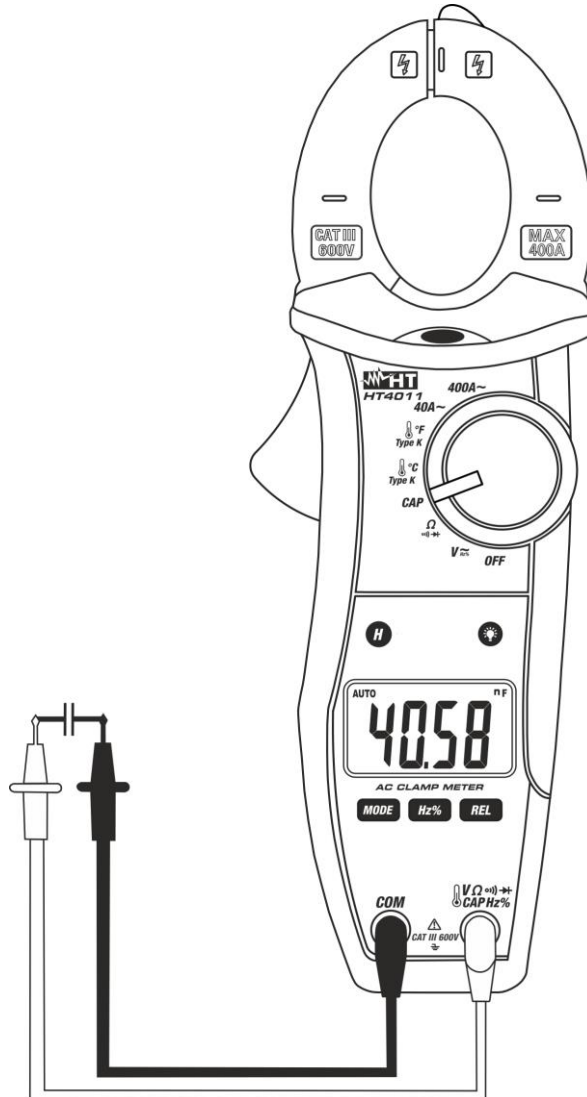

Abb. 8: Verwendung der Zange für Kapazitätsmessung
3. Stellen Sie die Messleitungen in die gewünschten Punkte des zu messenden Kreises (Abb. 8). Der Kapazitätswert erscheint auf dem Display